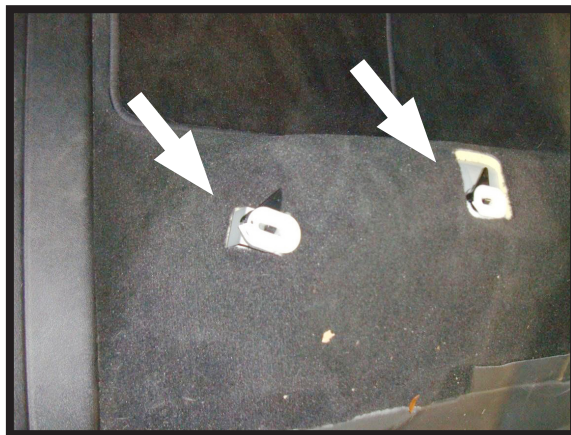

图25
1. 拉动后排座椅坐垫下的拉杆，每侧有两个拉手，升起座椅，然后拆下后排座椅。（图25）